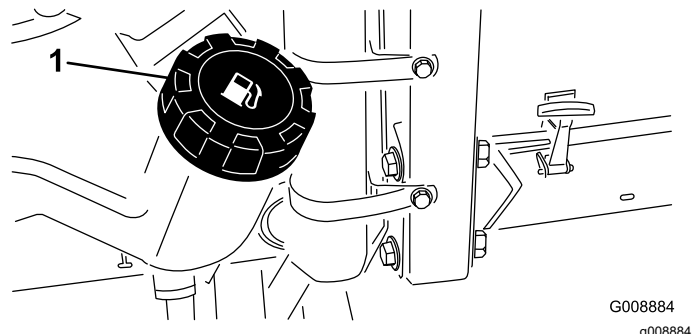

Figura 22
1. Limpe a zona em torno da tampa do depósito de combustível (Figura 22).